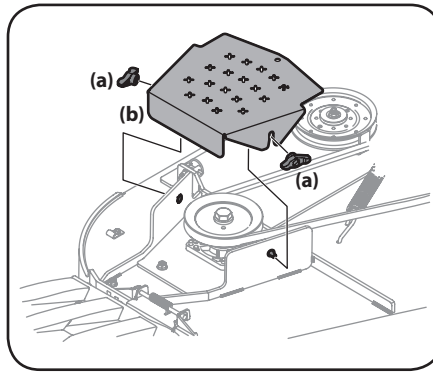

Figure 4-19
2. Retirez les boulons hexagonaux (a) qui fixent les couvercles de courroie (b) au plateau de coupe. Voir Figure 4-19.
6. Placez la courroie autour des poulies de tension retirées à l'étape 3 avec le côté en « V » vers le bas. Après avoir installé la courroie, installez la quincaillerie et serrez l'écrou autobloquant pour fixer l'assemblage. Voir Figure 4-19.
7. Installez la courroie comme indiqué à la Figure 4-19, puis réinstallez le plateau de coupe. Consultez la sous-section *Installation du plateau de coupe*.